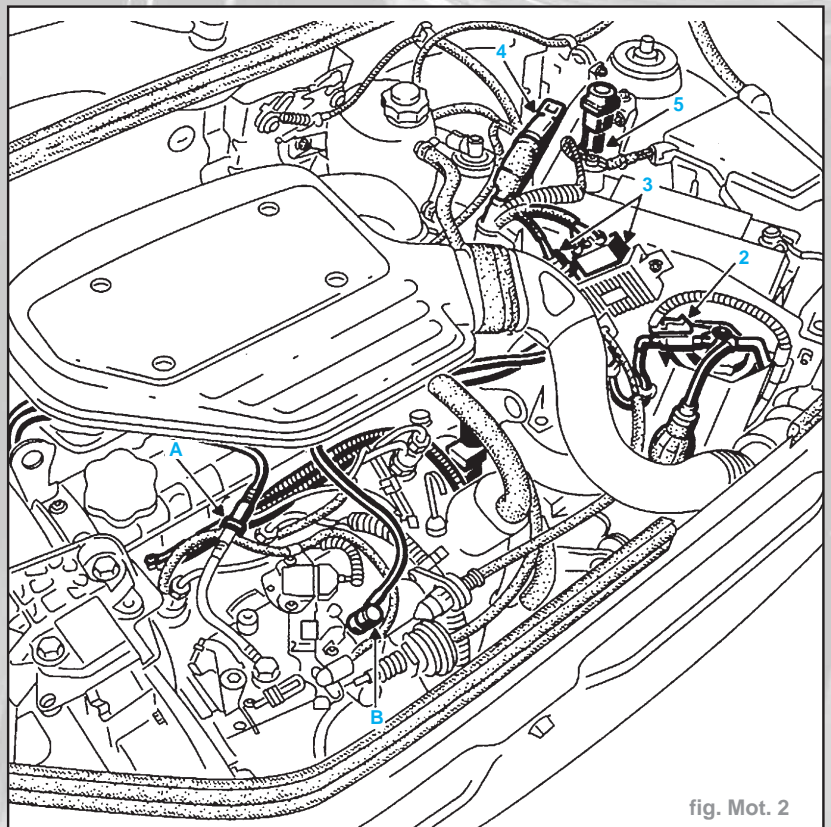
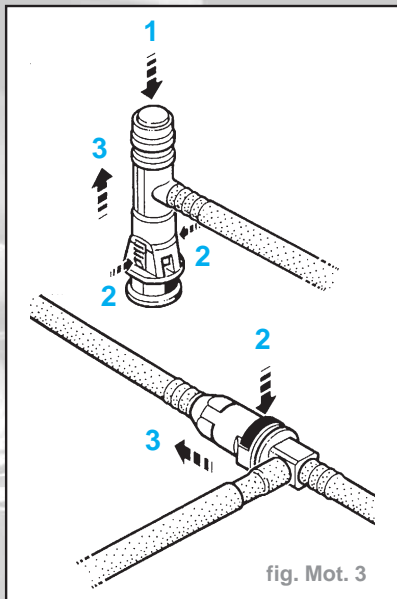

fig. Mot. 2
fig. Mot. 3
- les raccords d'alimentation et de retour carburant (A) et (B) (fig. Mot. 2),
- les connecteurs (2), (3), (4) et (5).
- Pour le verrouillage des raccords rapides, se référer aux schémas ci-après (fig. Mot 3).